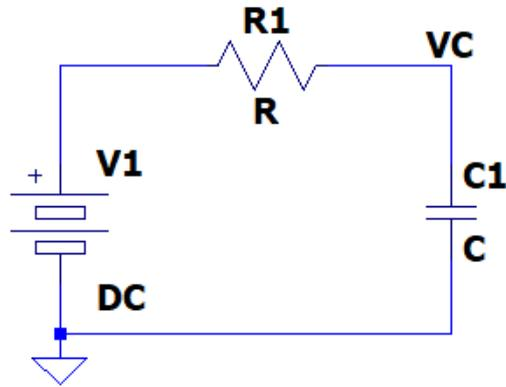

Figura 1. Circuito RC con fuente de voltaje continua (DC).
- 3.2 Realizar el cálculo teórico del elemento resistivo y capacitivo del circuito de la **Figura 1** de tal manera que la constante de tiempo sea la indicada en la **Tabla 1**.
- 5.2 Modelar y simular el circuito de la Figura 1 con la condición inicial `.ic V(VC=0)` para obtener la señal de voltaje y de corriente sobre el capacitor del circuito.